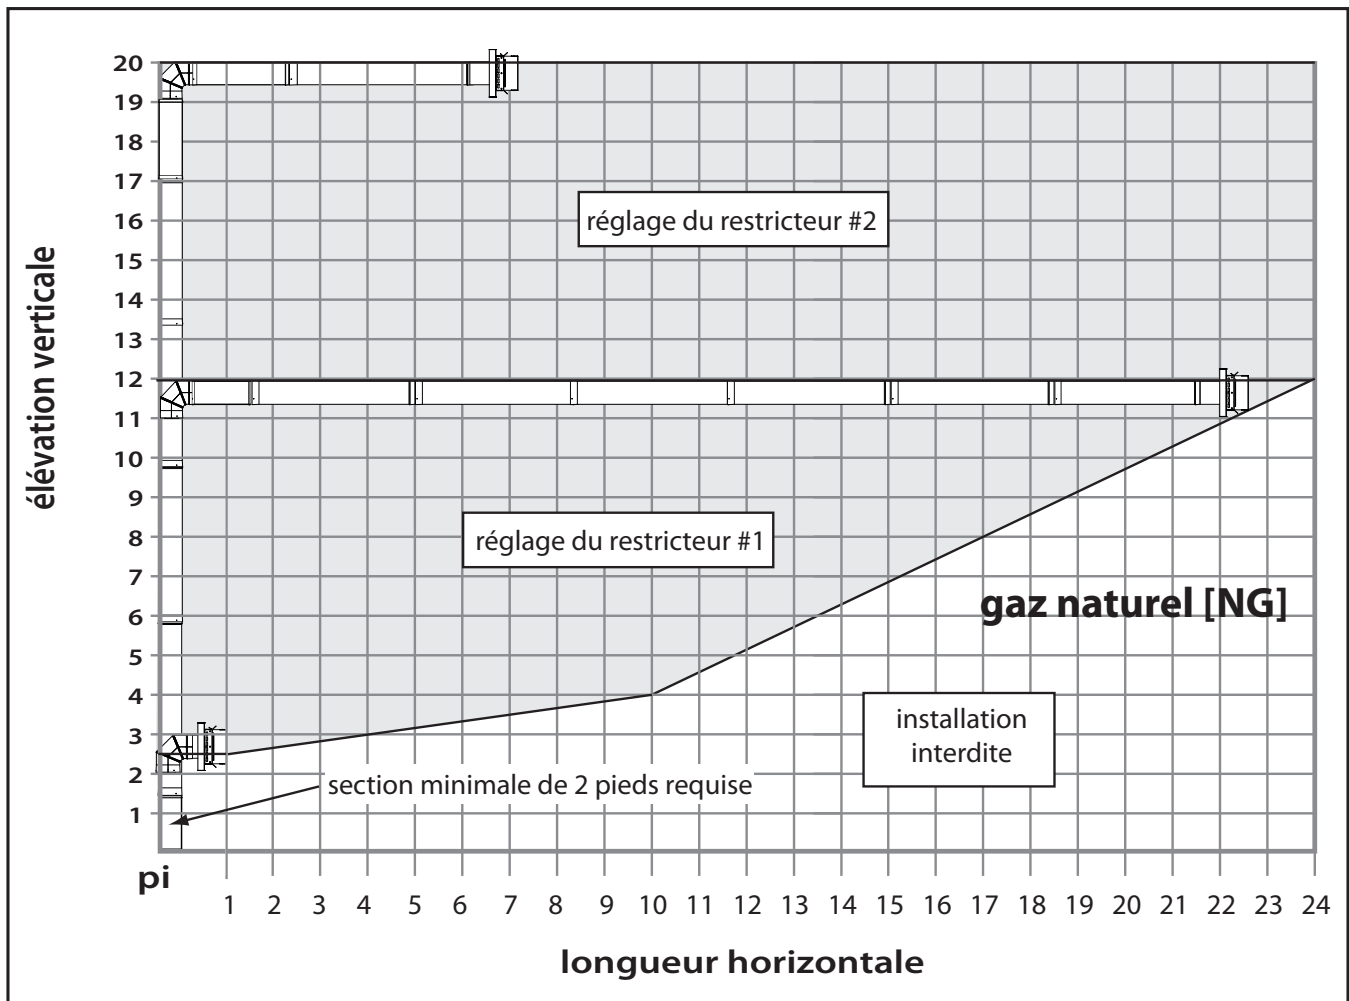
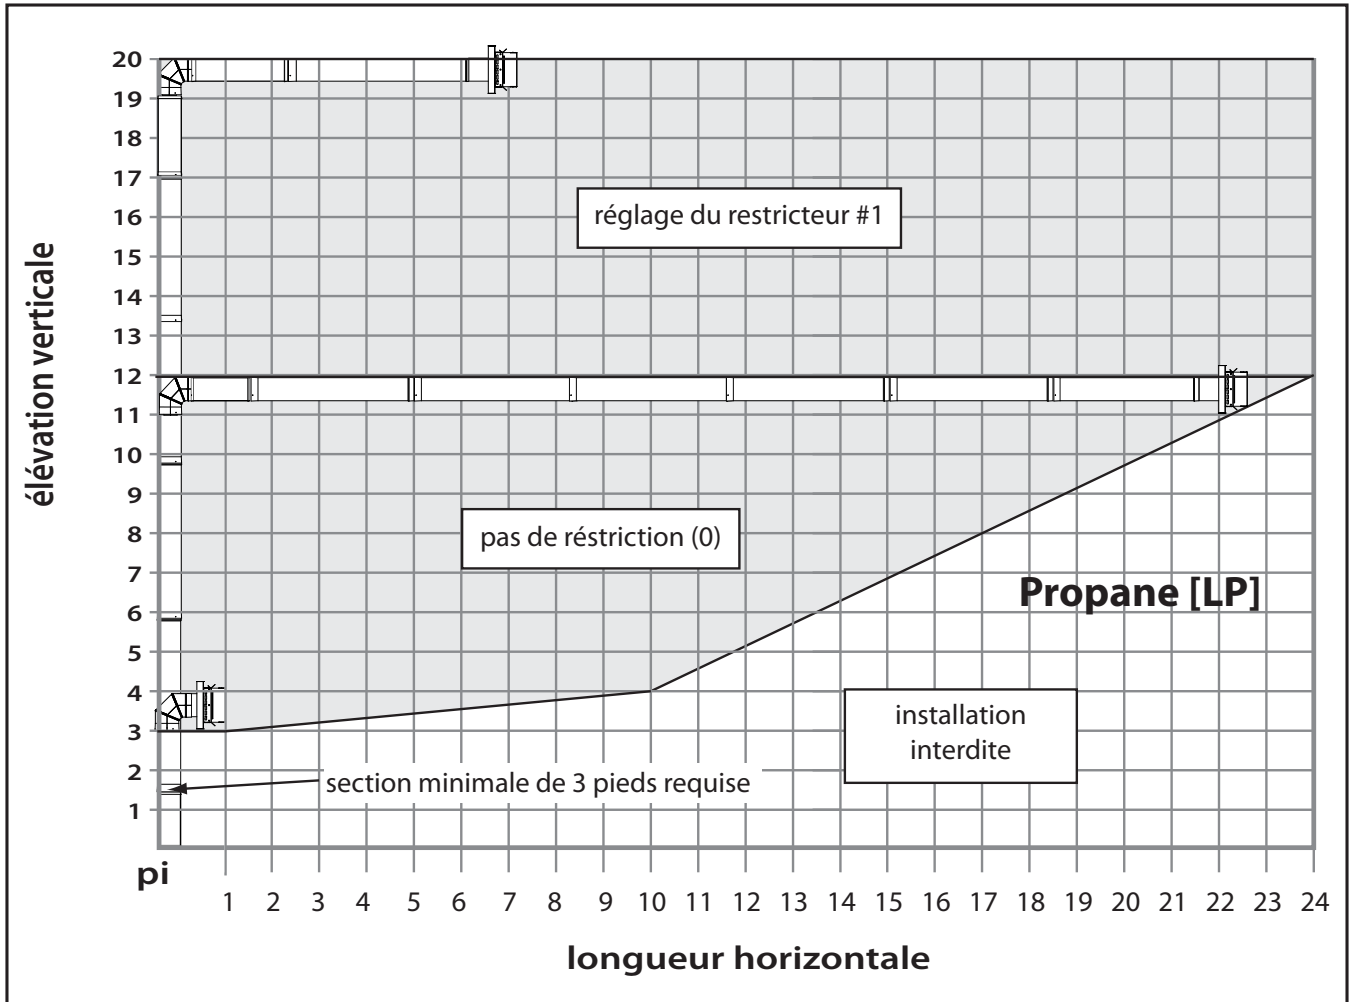

Figure 27: terminaison horizontale - 1 coude [NG]
Figure 28: terminaison horizontale - 1 coude [LP]
Les graphiques suivants montrent les différentes options de ventilation disponibles en utilisant des terminaisons verticales ou horizontales associées à des coudes compris entre 0 et 3 à 90 ° dans le plan vertical. Toute disposition planifiée restant dans les zones ombrées est acceptable. **Avoir le plus petit nombre de coudes est idéal car ils limitent le flux d'air. La longueur totale du tuyau d'évent horizontal ne peut pas dépasser 24 pieds (7,3 m) et la longueur verticale totale ne peut pas dépasser 40 pieds (12,2 m).** Toute combinaison de montée et de course peut être utilisée dans la mesure où elle se situe dans les zones ombrées des graphiques suivants. Un total de trois (3) coudes à 90 ° ou de six (6) coudes à 45 ° peut être utilisé comme indiqué aux Figure 27 et Figure 28. En plus de ce qui est illustré, si un coude à 90 ° est utilisé dans le plan horizontal, (91,4 cm) doit être soustrait de la course horizontale admissible (pour chaque coude à 45 °, il faut soustraire 45,7 cm).